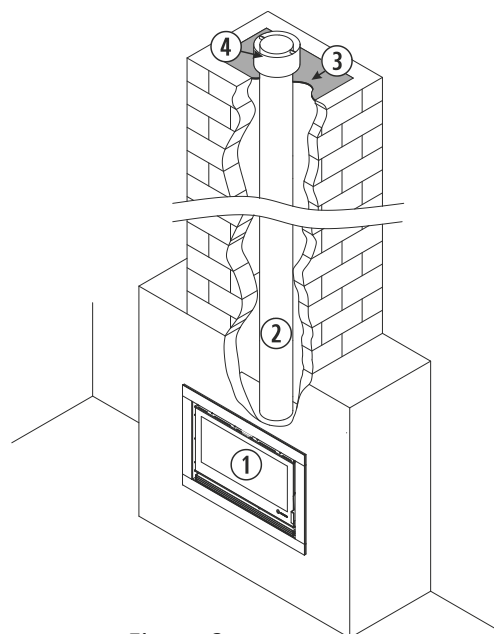

Figura 8
- Installando la fuoriuscita di gas in un camino rustico, si raccomanda di utilizzare tubi metallici, per evitare crepe, asperità, variazioni del tratto, etc. Un camino già esistente, dovrà essere pulito completamente prima di eseguire l'installazione. Il tubo, dovrà superare l'altezza del camino rustico e fuori uscire qualche centimetro nella parte superiore. Nella parte superiore del camino, si dovrà collocare una guarnizione di tenuta e una scossalina, come indicato nella *figura 8*. In alcuni casi, la geometria del camino rustico esistente, rende impossibile l'utilizzo di tubi rigidi, in questi casi eccezionali, la normativa permette l'uso di condotti flessibili, che saranno di superficie liscia per evitare perdite di pressione a causa dell'attrito ed evitando di cambiare la direzione negli angoli superiori a 45°.
①	Stufa.
②	Tubi di fuoriuscita di gas.
③	Guarnizione di tenuta e scossaline.
④	Comignolo antivento.